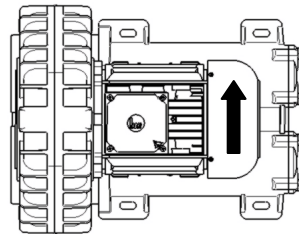

Abb. 1
- Die vorgesehene Drehrichtung der Welle ist mit einem Pfeil gekennzeichnet; dieser befindet sich auf der Lüfterabdeckung des Elektromotors (Abb. 1).